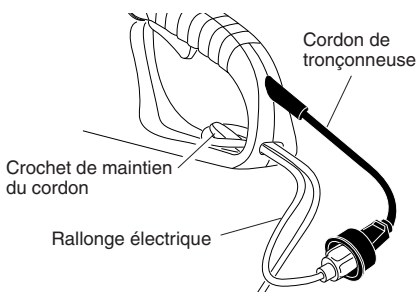

Figure 10 - Boucle de la rallonge électrique sur le crochet de maintien du cordon
Tenir le cordon éloigné de la zone de coupe. S'assurer qu'il n'est pas accroché dans les branches ou billes durant la coupe. Inspecter souvent les cordons électriques. Les remplacer quand ils sont endommagés. Cette tronçonneuse est conçue avec un crochet de maintien de la rallonge électrique qui évite qu'une traction ne débranche la rallonge électrique lors de l'emploi. Pour l'utiliser, former une boucle avec l'extrémité de la rallonge électrique, insérer la boucle dans la fente à l'arrière de la poignée et placer la boucle sur le crochet de maintien de la rallonge (voir la Figure 10). Tirer doucement la boucle contre le crochet de maintien de la rallonge jusqu'à ce qu'il n'y ait plus de jeu. Brancher la rallonge électrique au cordon d'alimentation de la tronçonneuse.
5. Lorsqu'on est prêt à faire une coupe, pousser complètement vers l'avant avec le pouce droit le bouton de verrouillage et appuyer sur la gâchette (voir la Figure 10, page 51). Ceci met la tronçonneuse en marche. Elle s'arrête quand on lâche la gâchette. S'assurer que la chaîne tourne à la vitesse maximum avant d'entamer l'entaille.